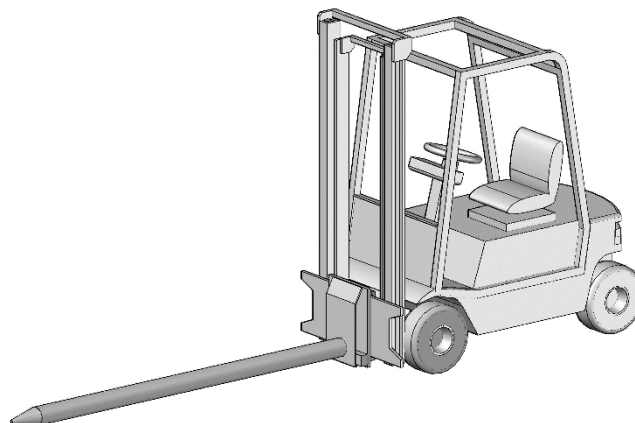

Abb. 2: Stapler mit Teppichdorn
- Stapler mit Dornlänge  $\geq 2/3$  der Rollenbreite (Teppichdorn) (Abb. 2)